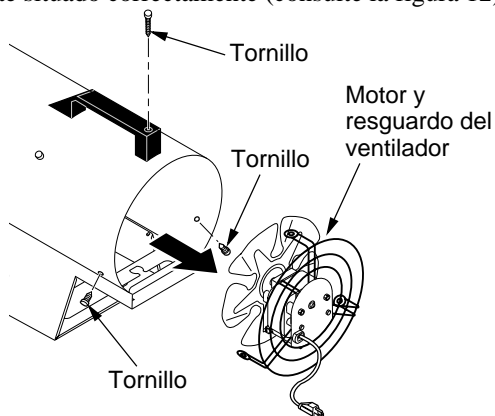

Figura 9 - Extracción del motor y el resguardo del ventilador del calentador
2. Extraiga el motor y el resguardo del ventilador de la cubierta del calentador (consulte la figura 9).